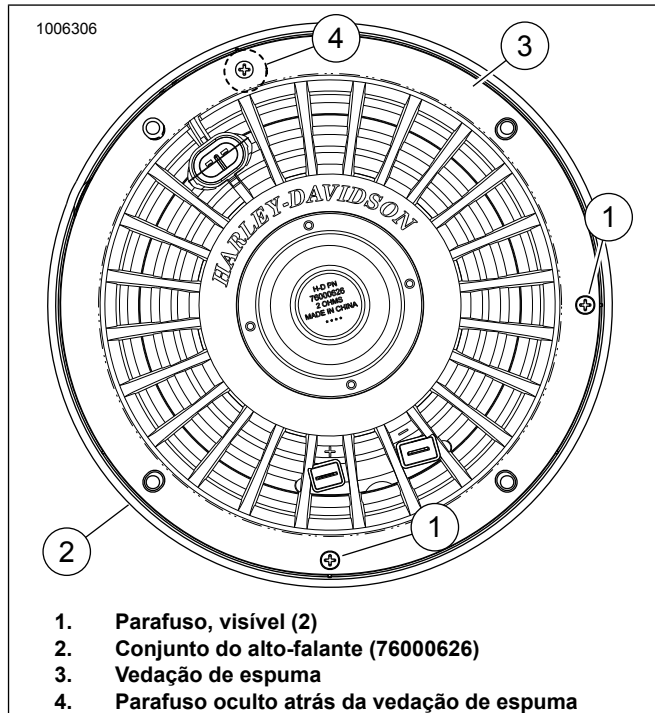
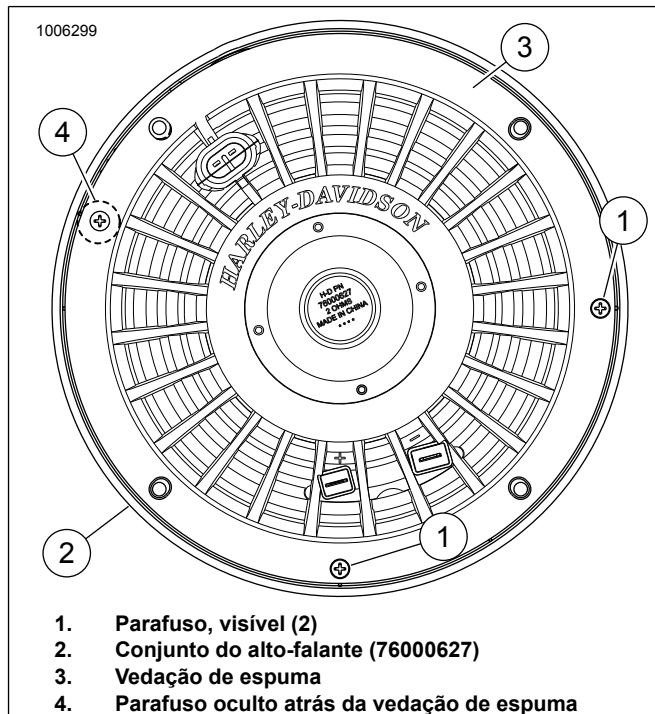

Figura 11. Conjunto do alto-falante Stage II esquerdo
Figura 12. Conjunto do alto-falante Stage II direito
Veja a figura 11. e Figura 12. Localize o parafuso oculto (4) sob a espuma. Com cuidado, faça um pequeno "X" com um canivete sobre o parafuso.